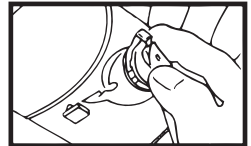

FIG. 31
3. Tourner la clé à « OFF » pour asseoir la goupille de retenue, puis vérifier le bon fonctionnement de la serrure (voir figure 31).